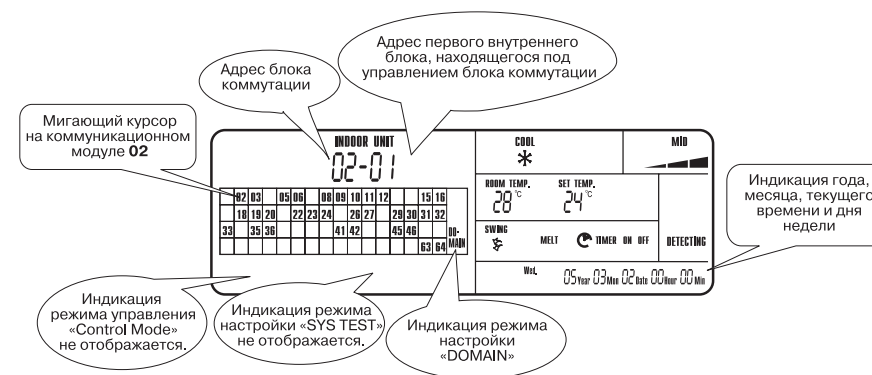

Рис. 4.1 - Индикация режима проверки рабочих установок
4.1 При подаче электропитания на подключенный в сеть управления пульт, на его дисплее отображается индикация режима проверки рабочих установок (Рис. 4.1).
4.2 На дисплее пульта отображаются индикация «DETECTING», программные адреса блоков коммутации и первого внутреннего блока, находящегося под управлением данного блока коммутации, а также год, месяц, день недели, текущее время. (Рис. 4.1)